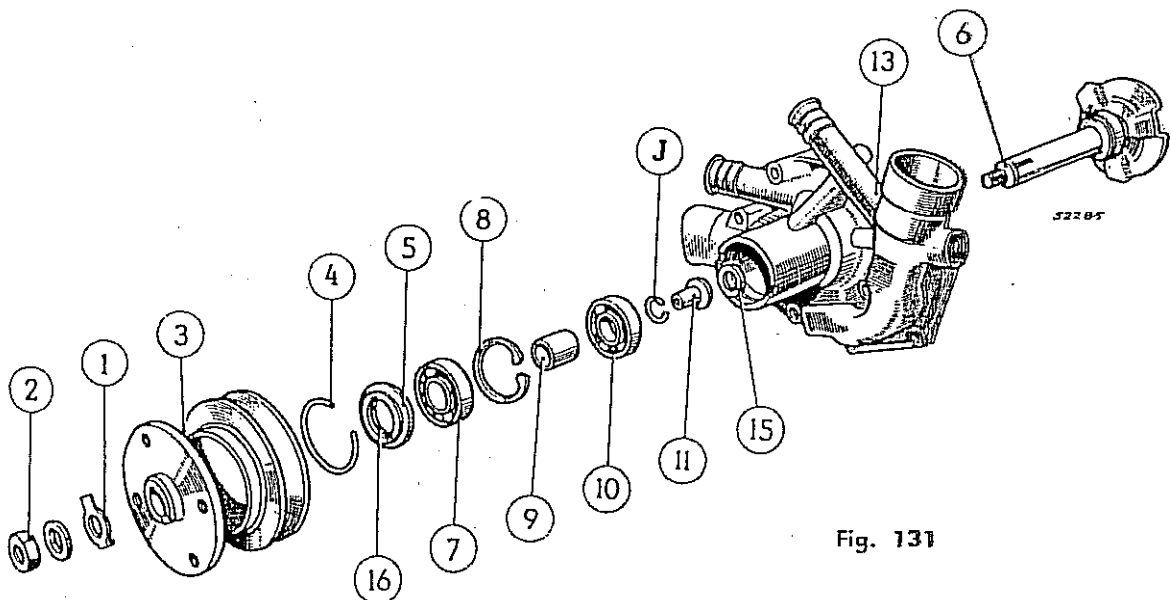

Fig. 131
**Armado.** La secuencia de las operaciones es la que se indica a continuación. Para una mejor interpretación referirse a la Fig. 131.
- 1) Pulir el buje de bronce (11) en la cara de apoyo del sello empleando papel de lija al agua (grano fino) y efectuando el pulido sobre una superficie plana.
- 2) Instalar el buje de bronce (11) en el cuerpo de la bomba, utilizando la herramienta especial REF 01.